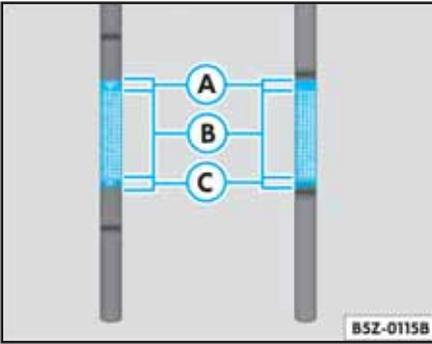

Fig. 147 Varilla del nivel del aceite
- Vuelva a retirar la varilla de medición del aceite y verifique el nivel del aceite en la parte inferior de la varilla ⇒ fig. 147.
Si el nivel del aceite se sitúa en la zona ⇒ fig. 147 , no se debe reponer aceite .
Si el nivel del aceite se sitúa en la zona ⇒ fig. 147 , se puede añadir aceite (aproximadamente 0,5 l). Tras recargar, el nivel puede permanecer eventualmente en la banda .
Si el nivel del aceite se sitúa en la zona ⇒ fig. 147 , es necesario añadir aceite. Tras recargar, el nivel podrá quedar en cualquier punto de la banda .
• El nivel de aceite no puede pasar jamás de la zona ⇒ página 192, fig. 147 (A). Si el nivel del aceite se sitúa por encima de la zona (A), no arranque el motor – ¡peligro de averías en el catalizador y en el motor! Llame a un Concesionario Volkswagen ®.
El nivel del aceite no puede situarse, en ningún caso, por encima de la banda ⇒ página 192, fig. 147 (A). Con el nivel encima de la zona (A), el aceite puede ser aspirado a través de la ventilación del cárter, pasando al aire por el sistema de escape. ◀